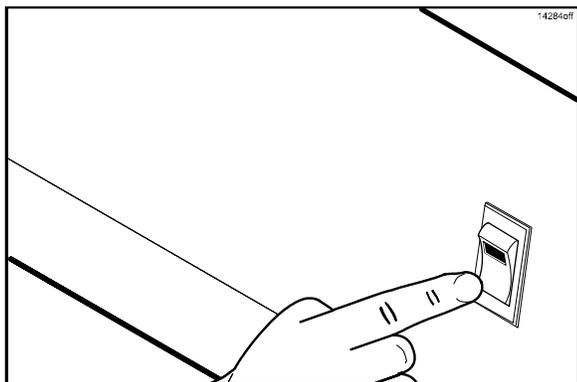

Figura 78
55. Mueva el interruptor de interbloqueo del ventilador a la posición de apagado. (Vea la figura 78.)